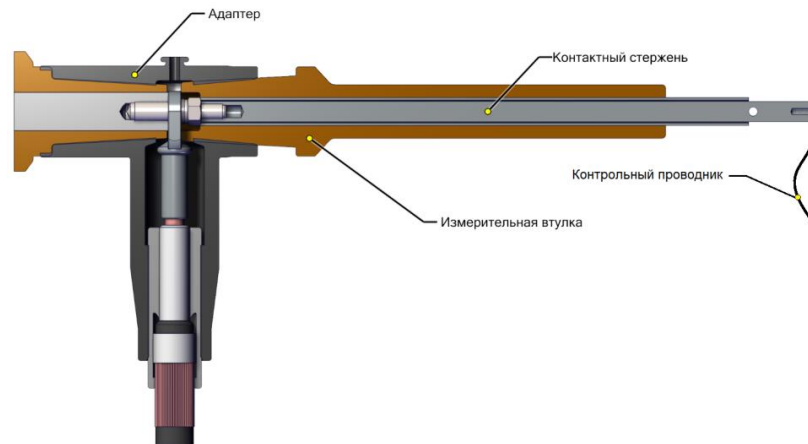

Рис. 4.5 Измерительная втулка
- Смонтировать испытательную шпильку (Рис. 4.5) в адаптер испытываемого кабеля.